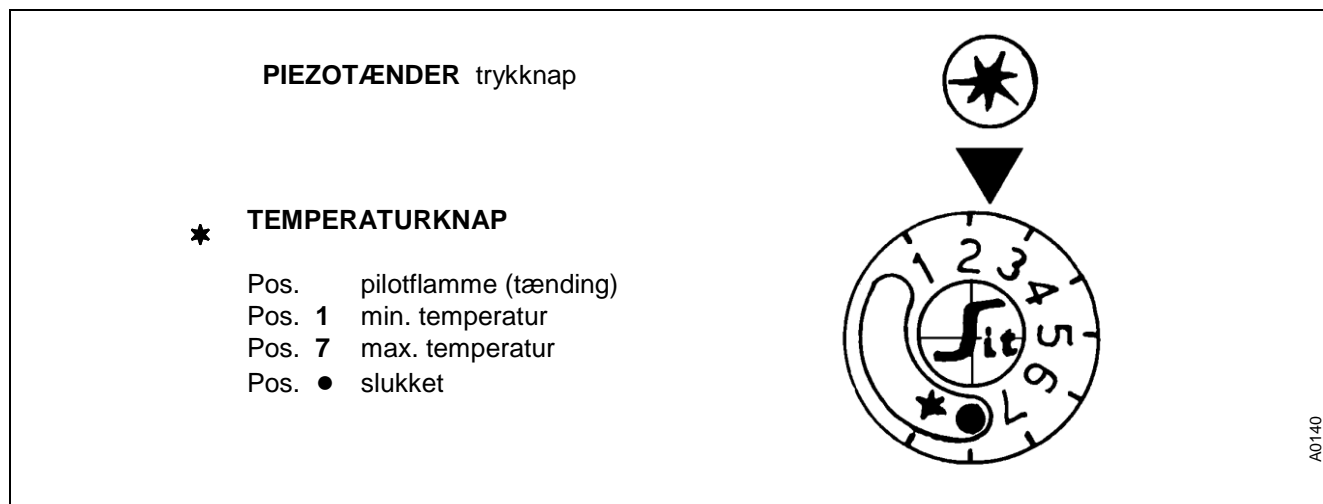

Fig. 12
2. Stil temperaturknappen på position  (se Fig. 12). Tryk temperaturknappen ind.